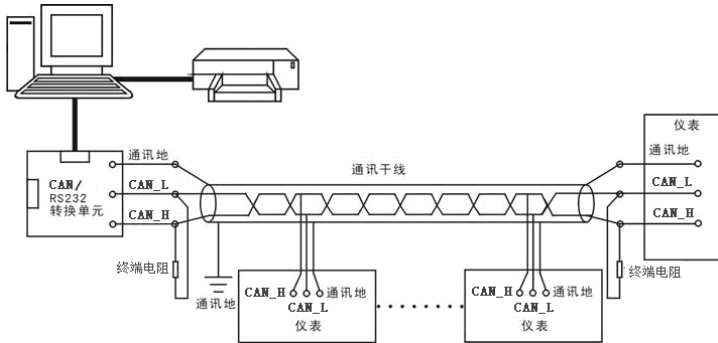

图 41 CAN 通讯接线方法
- ◆ 本无纸积算仪的 CAN 通讯线采用屏蔽双绞线，其一端通过 RS-232/CAN 转换模块接到计算机的串行通信口，另一端接到积算仪通讯端子，其连接方式如图 41 所示：